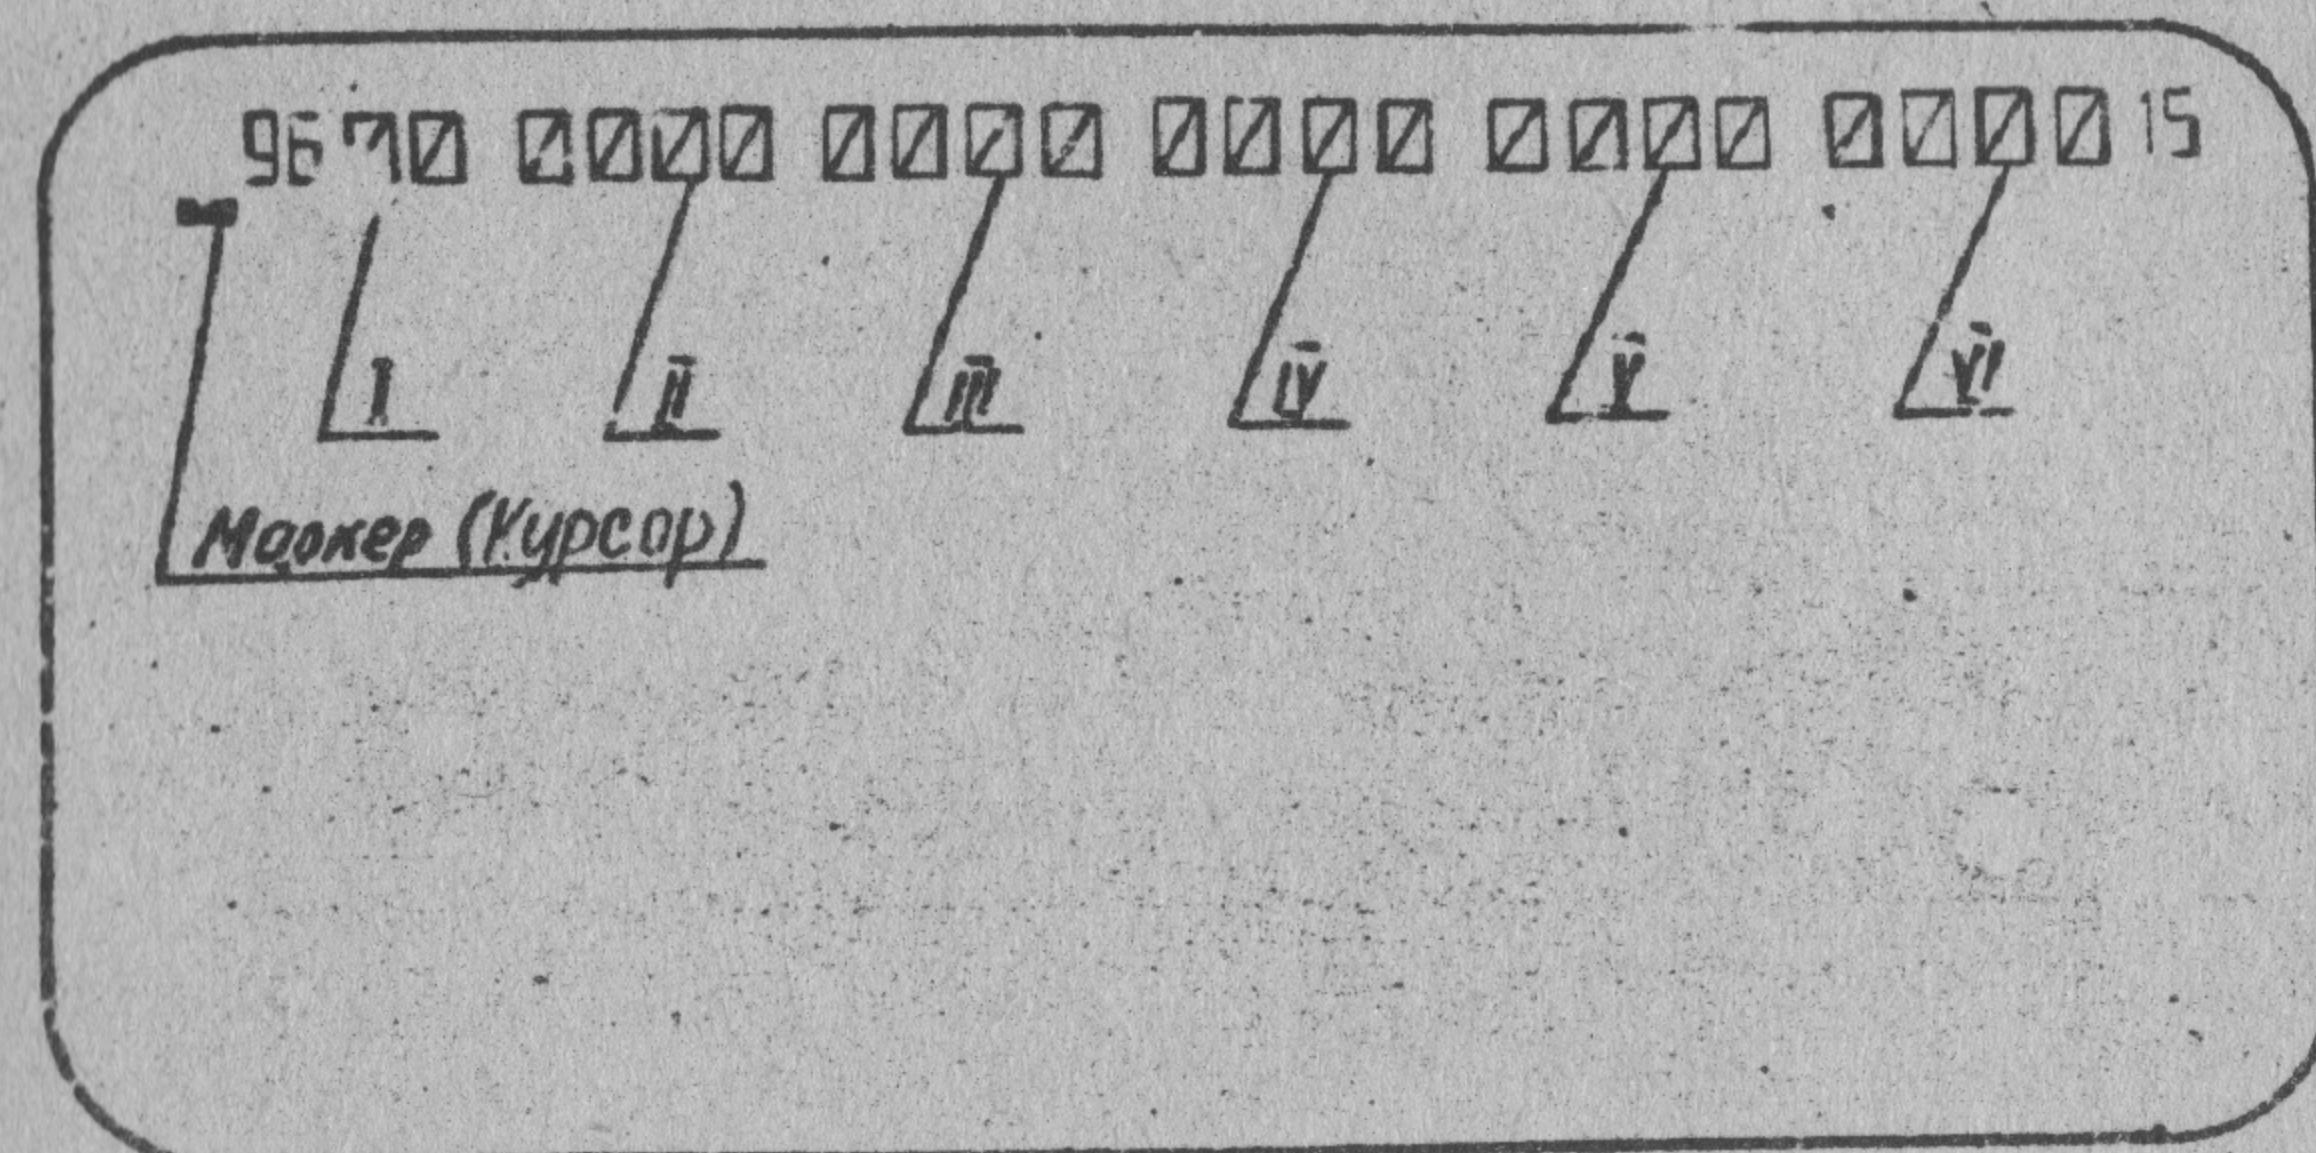

Рис.2. Изображение 25 служебной строки на экране дисплея.
5.2. Установите режим работы дисплея в соответствии с рис. 2.